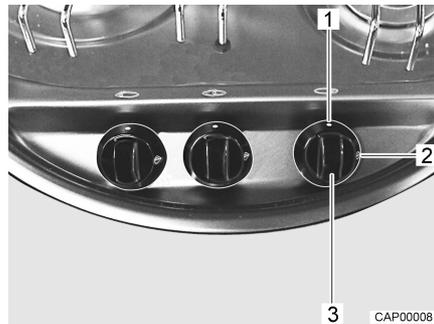

Bild 52 Bedienelemente für Gaskocher
- Drehregler (Bild 52,3) der gewünschten Brennstelle auf Zündposition (große Flamme, Bild 52,2) drehen.
- Drehregler auf 0-Stellung (Bild 52,1) drehen. Die Flamme erlischt.